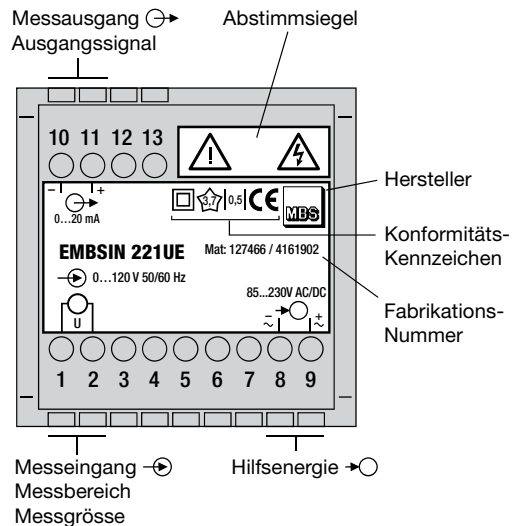

Bild 5. Erklärungen zum Typenschildbeispiel.
- ... dass die Daten, die zur Lösung der Messaufgabe erforderlich sind, mit denen auf dem Typenschild des EMBSIN 221 UE übereinstimmen (→ Messeingang, → Messausgang und → Hilfsenergie, siehe Bild 5)!